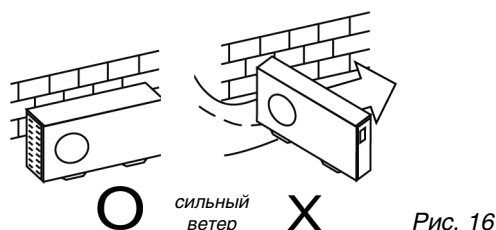

Рис. 16
- Если в том месте, где устанавливается внешний блок кондиционера, бывает сильный ветер (например, на морском побережье), разместите блок вдоль стены или оградите его защитными пластинами (рис. 16). В противном случае вентилятор кондиционера не сможет нормально работать при сильном ветре.